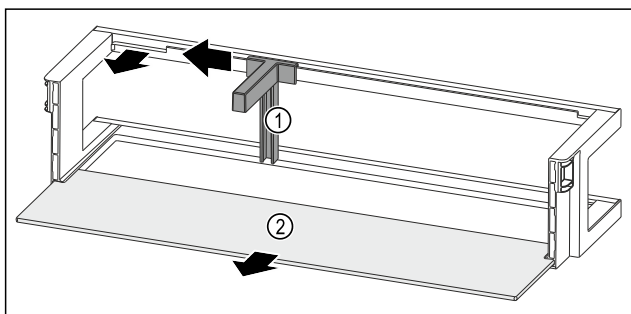

Fig. 163 Dørhylde med flaskeholder og hylde
- Skub flaskeholderen Fig. 163 (1) til siden indtil udsparringen.
- Tag flaskeholderen Fig. 163 (1) ud.
- Tag hylden Fig. 163 (2) ud.